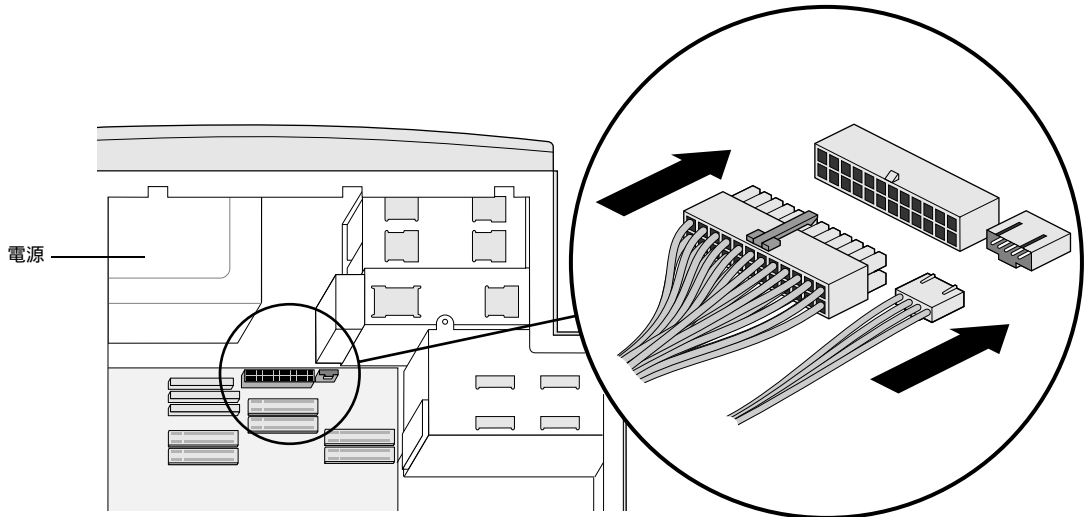

図 7-7 システムボードへの電源ケーブルの接続
6. 2本のケーブルをシステムボードに再接続します(図7-7)。これらのケーブルのコネクタは、電源の下、DIMMの中央のセットの上にあります。